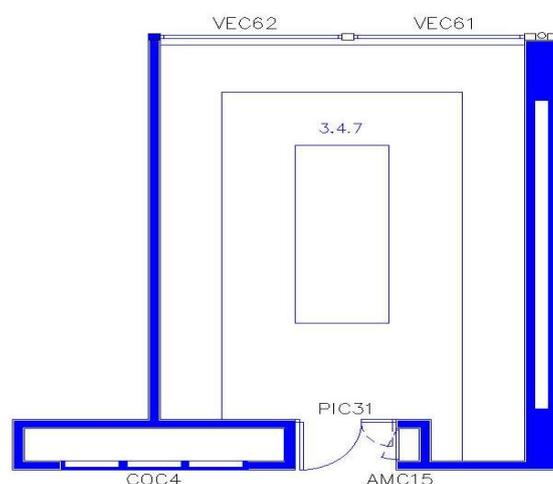

Figura 1: Planta representativa do Laboratório de Biologia Molecular e Investigação (C3.45)
- ✓ Edifício C Piso 3 (Figura 1)